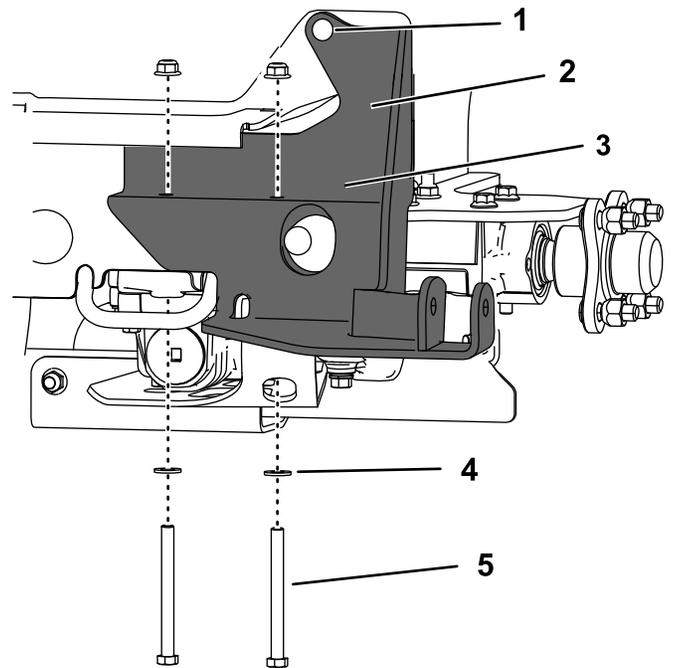

Figura 10
6. Installate la staffa del supporto inferiore sulla trasmissione utilizzando i 2 dadi che avete rimosso, 2 rondelle piane e 2 bulloni (3/8" x 4") come mostrato nella Figura 10.